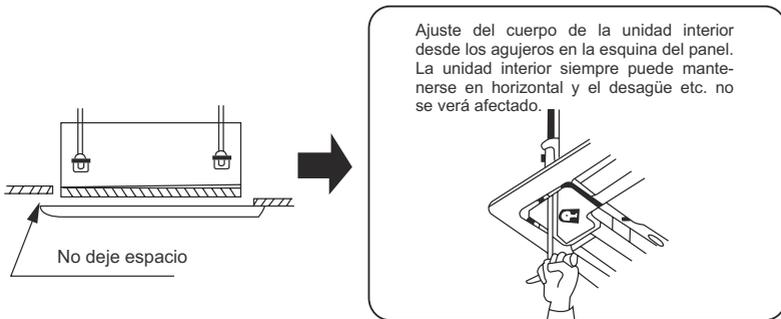

Fig.36
(3) Si todavía queda un espacio entre el techo y panel de decoración después de ajustar los tornillos, vuelva a ajustar la altura de la unidad interior (Fig. 36)